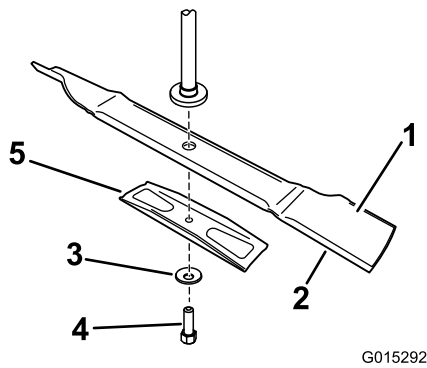

Figura 47
arandela curva, el refuerzo de la cuchilla y la cuchilla (Figura 47).
1. Instale la cuchilla en el eje (Figura 47).
2. Instale el refuerzo de la cuchilla, la arandela curva (con la copa hacia la cuchilla) y el perno de la cuchilla (Figura 47).